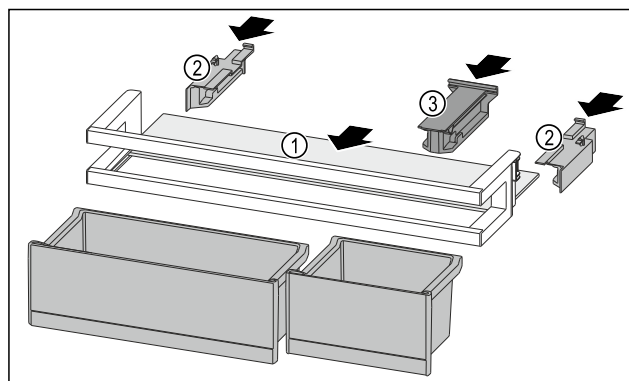

Fig. 135
- ▶ Wsunąć półkę Fig. 135 (1) w boczne wycięcia.
- ▶ Włożyć elementy boczne Fig. 135 (2).
- ▶ Włożyć element trzymający Fig. 135 (3).